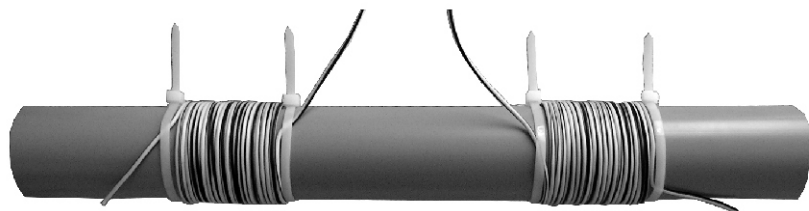

Рис. 2
7.7. Провода-излучатели каналов электронного водоумягчения навить на питающий трубопровод в любом месте. Намотка производится виток к витку в противоположных направлениях. Расстояние между обмотками 120–180 мм, количество витков – не менее 12. Начало и конец обмоток закрепить пластиковыми стяжками (см. Рис. 2).